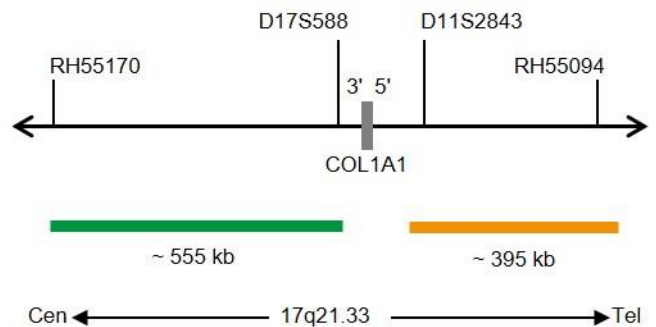

Fig. 1: SPEC COL1A1 Mappa della sonda (non in scala)
- Polinucleotidi (~10 ng/μl) marcati con ZyGreen (eccitazione 503 nm/emissione 528 nm), le cui sequenze target mappano in 17q21.33* (chr17:47,669,218-48,223,465) prossimali al punto di rottura di COL1A1 (vedere Fig. 1).
- Polinucleotidi (~4.5 ng/μl) marcati con ZyOrange (eccitazione 547 nm/emissione 572 nm), le cui sequenze target mappano in 17q21.33* (chr17:48,347,800-48,744,021) distali al punto di rottura di COL1A1 (vedere Fig. 1).